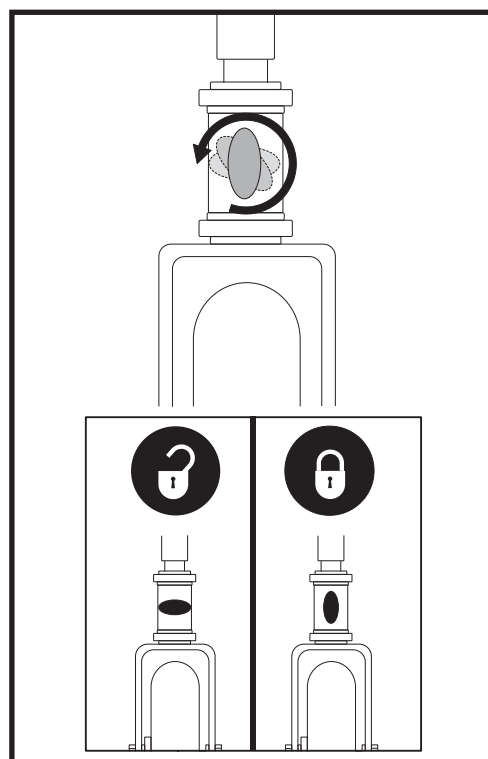

Figure 22. Bouton de verrouillage du guidon (Seulement le Modèle 104)
1. Retirez la clé du contact. Pour les modèles 93 et 104, pour bloquer le guidon en ligne droite, pesez sur le bouton et tournez-le 90° dans le sens des aiguilles d'une montre. **Voir la figure 22.** La roue avant doit faire face à l'avant afin de pouvoir bloquer le guidon.